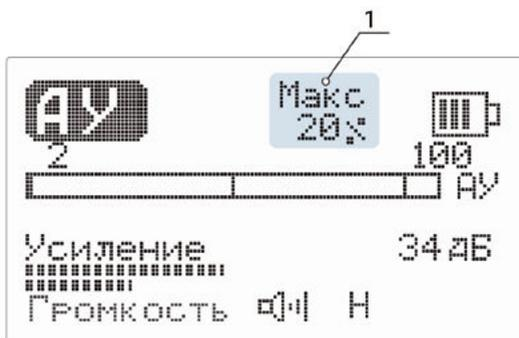

Рисунок 9 – Основной экран канала «АУ»
- 4.8 Работа акустическим методом на канале «АУ». Основной экран канала «АУ» (рис. 9).
Значение параметра (п. 1, рис. 9) – индикация при включенном пункте меню «Разность» (п. 4.8.2.4).
4.8.2.4 Строка меню «Разность». Отображение на дисплее относительной разности (в %) текущего и предыдущего значений сигнала (п.1, рис. 9). При увеличении сигнала «Разность» – знак «+», при уменьшении «-». Максимальное значение  $\pm 52\%$ .